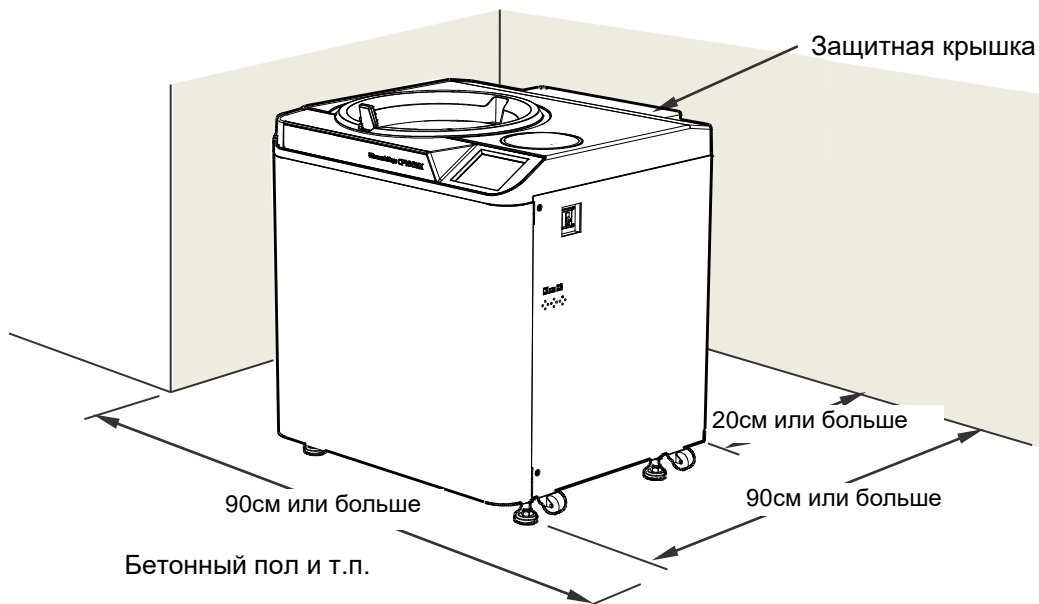

Рис.6-1 Место установки
- (1) Установите ультрацентрифугу на бетонном, каменном полу или полу из твердых пород древесины. Избегайте установки в таких местах, как мягкий пол, пол, покрытый ковром, передающих внешние вибрации на ультрацентрифугу.
- (2) Температура окружающей среды для работы составляет от 2 до 40°C. При повышении температуры в помещении выше 30°C, температура ротора может стать слишком высокой. Избегайте установки ультрацентрифуги под прямыми солнечными лучами или в месте, где температура окружающей среды превышает 30°C.
- (3) Для ультрацентрифуги необходим зазор более 20см сзади и площадь на полу по крайней мере 90х90см (см. Рис.6-1). Убедитесь, что вокруг прибора обеспечивается свободная циркуляция воздуха. Избегайте установки ультрацентрифуги рядом с каким-либо устройством/оборудованием, излучающим тепло, что может ухудшить охлаждение ультрацентрифуги.